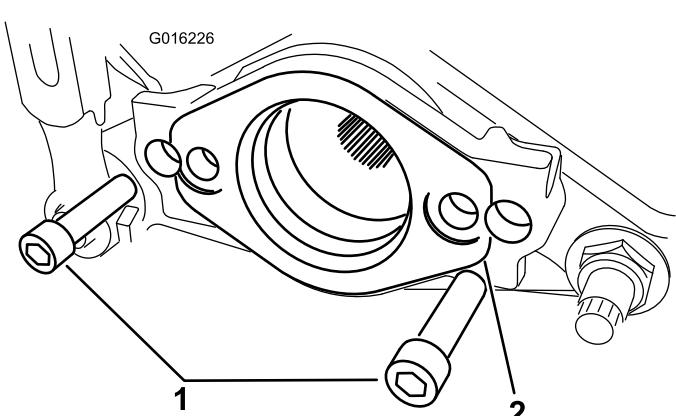

Bild 3
7. Nehmen Sie die zwei Inbusschrauben ab, mit denen die Motorhalterung links hinten an der Schneideeinheit befestigt ist. Nehmen Sie die Motorbefestigung ab (Bild 3).